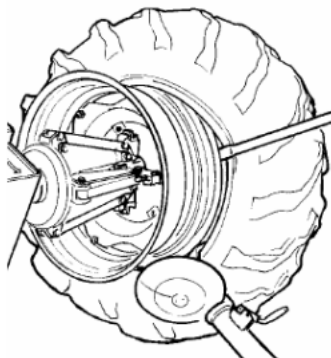

Рисунок 24
13) Вставьте рычаг BL между ободом и бортиком справа от съемного рычага (см. рис. 24).